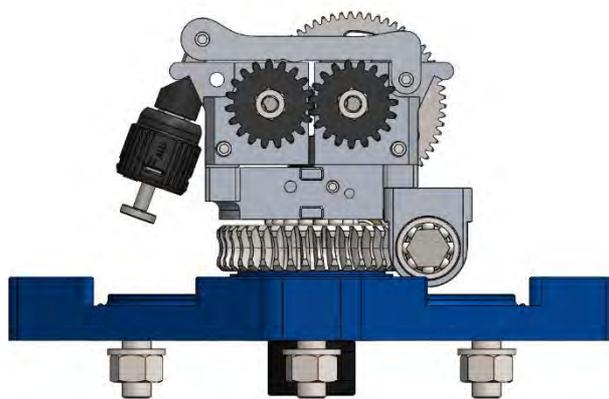

Figura 15
1. Rimuovere la copertura come spiegato nel capitolo precedente. Figura 15;